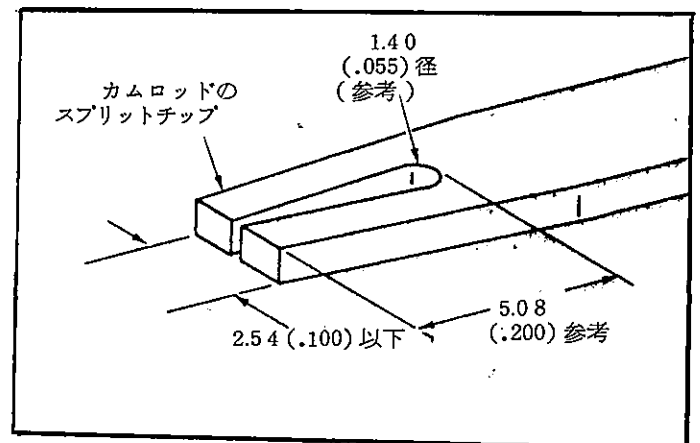

FIG. 11
注 コネクタにボード・ロックが付いている時はクリーニング前に外さねばなりません。コンタクトを閉じる操作をし、ラムロッドをコネクタから外し、ロックを外します。ラム・ロッドを外す前に、スプリット・チップの形状を点検して取付状態を確認して下さい。(Fig. 11 参照)
**注** AMP カムロッド材型番 531004-1 から、ユーザーの特別寸法に合わせたカムロッドを作ることができます。この先端は二又に分かれて内側にテーパ状にし、カムロッドの挿入引抜きの際にコネクタ内で干渉せぬように加工しておかねばなりません。(Fig. 11 参照)
**注意** カム・ロッドの着脱の前後には常に異状や変形がないか確かめて、着脱作業で部品に損傷が生じないように注意して下さい。(Fig. 11 参照)